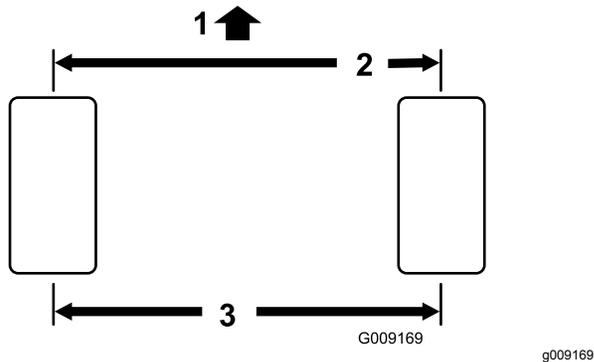

Figura 76
1. Meça a distância de centro a centro (à altura do eixo) na zona dianteira e traseira dos pneus da direção. A medição dianteira deve ser 3 mm inferior à medição traseira (Figura 76).